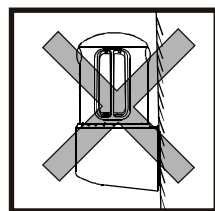

Fig. 3
7. Vänd inte detektorns huvud uppåt vid montering utomhus, eftersom den då kan förstöras av inträngande vatten (fig.3).